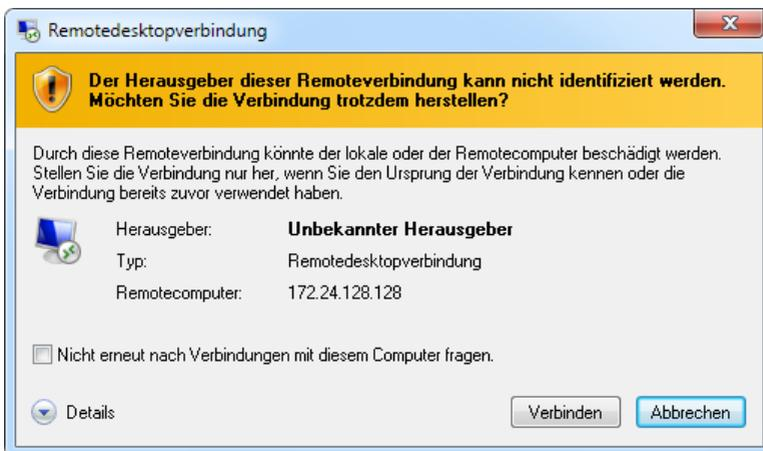

Abb. 7.2 Windows-Dialog: Herstellen der Verbindung
11. Falls Windows fragt, ob die Verbindung zu diesem Remotecomputer hergestellt werden soll, stellen Sie die Verbindung her (Abb. 7.2). Wir empfehlen, die Option **Nicht erneut nach Verbindungen mit diesem Computer fragen** zu aktivieren.
11. Falls Windows fragt, ob die Verbindung zu diesem Remotecomputer hergestellt werden soll, lassen Sie die Verbindung zu. Wir empfehlen, die Option **Nicht erneut nach Verbindungen mit diesem Computer fragen** zu aktivieren (siehe Abb. 7.2 auf Seite 36). Je nach Konfiguration Ihres Windows-Betriebssystems erfolgt evtl. noch eine weitere Nachfrage, ob die Verbindung hergestellt werden soll (Identität des Remotecomputers). Aktivieren Sie ggf. auch hier die Option,
6. Falls Windows fragt, ob die Verbindung zu diesem Remotecomputer hergestellt werden soll, lassen Sie die Verbindung zu. Wir empfehlen, die Option **Nicht erneut nach Verbindungen mit diesem Computer fragen** zu aktivieren (siehe Abb. 7.2 auf Seite 36). Je nach Konfiguration Ihres Windows-Betriebssystems erfolgt evtl. noch eine weitere Nachfrage, ob die Verbindung hergestellt werden soll (Identität des Remotecomputers). Aktivieren Sie ggf. auch hier die Option,